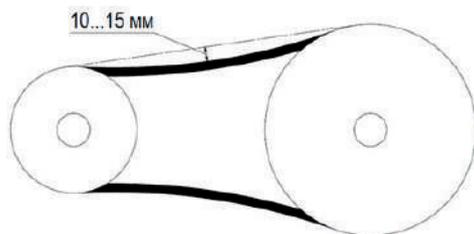

Рис. 2. Регулировка ремня
- проверить натяжение клинового ремня (см. рис. 2). При сжатии ремня в среднем положении нормальный прогиб должен составлять примерно 10-15 мм;